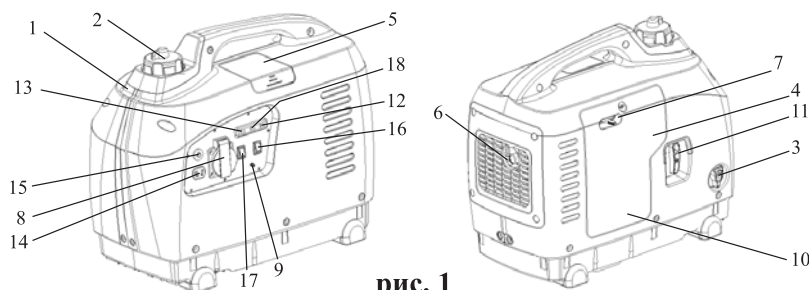

рис. 1
4.1 Общий вид генератора БЭГ-1000ИК представлен на рис. 1*
5.3.7 Во время работы генератора его клемма защитного заземления 9 (рис. 1,2,3) должна быть постоянно подключена к заземлителю, любого из указанных в п. 5.3.3 типов.